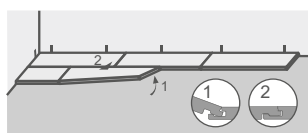
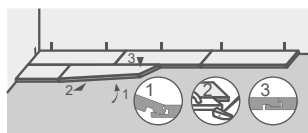

Рисунок 25
Рисунок 26
- 13.9 Зацепление продольного замка с предыдущим рядом выполнить с правой стороны планки примерно на 2/3 её длины (см. Рисунок 25). Для завершения соединения выполнить следующие действия: укладываемый ряд приподнять с левой стороны планки, затем лёгким постукиванием подбивочным брусом по продольной стороне планки сдвинуть её до полного зацепления с предыдущим рядом (см. Рисунок 26).